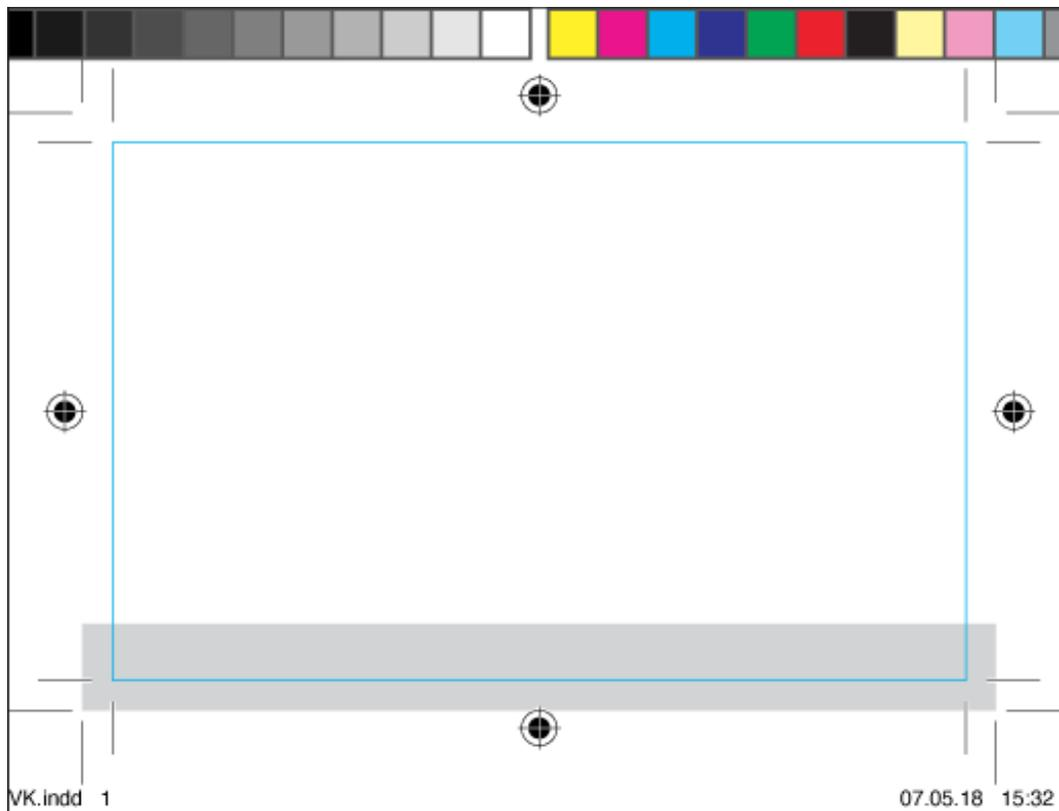

Abbildung 1: Beispiel einer PDF/X-4
16. Welche Informationen müssen zwingend in einem PDF/X-4-Dokument enthalten sein? Markieren Sie die Pflichtinformationen in Abbildung 1! (7P+1P)